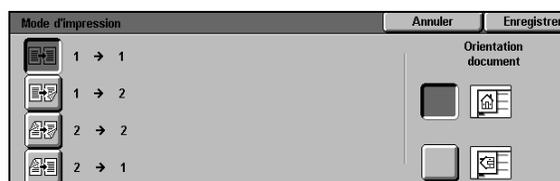

Figure 13 : Options d'impression recto verso
- Si le système est équipé d'un chargeur, sélectionnez l'une des options illustrées à la figure 13 :